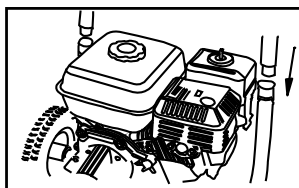

Рисунок 2
- Присоедините рукоятку для передвижения к корпусу мойки (Рисунок 2)